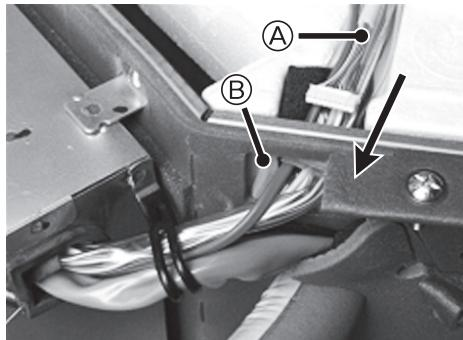

Fig. 4-2
- (1) Retire o cabo de junção sem fios que é fornecido com os acessórios.
- (2) Passe o conector da placa de controlo interno (branco) do cabo de junção sem fios pelo CASQUILHO (BUSH) da unidade principal na direcção indicada pela seta. (Fig. 4-2)